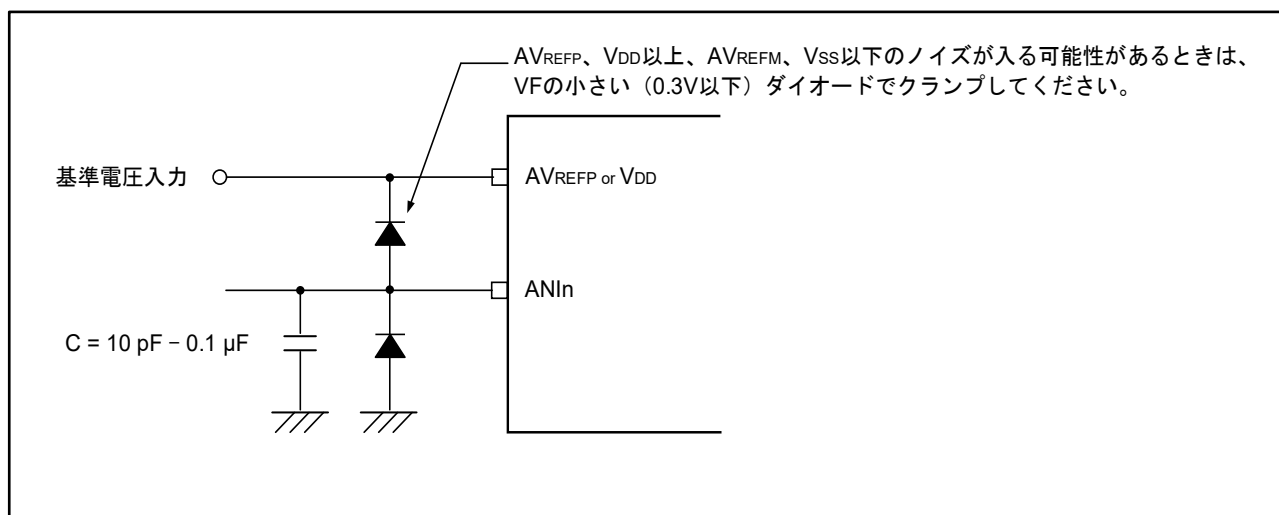

図 11. アナログ入力保護回路の例
- (1) 電源には等価抵抗が小さく、周波数応答のよいコンデンサを接続してください
- (2) アナログ入力源の出力インピーダンスが高いほど影響が大きくなりますので、ノイズを低減するために図 11 のようにコンデンサ C を外付けすることを推奨します
- (3) 変換中においては、他の端子とスイッチングしないようにしてください
- (4) 変換開始直後に HALT モードに設定すると、精度が向上します
ただし、十分にサンプリングするためには、アナログ入力源の出力インピーダンスを $1\text{ k}\Omega$ 以下にし、出力インピーダンスが高い時は ANIn 端子に $0.1\text{ }\mu\text{F}$ 程度のコンデンサを付けることを推奨します。（図 11 参照）